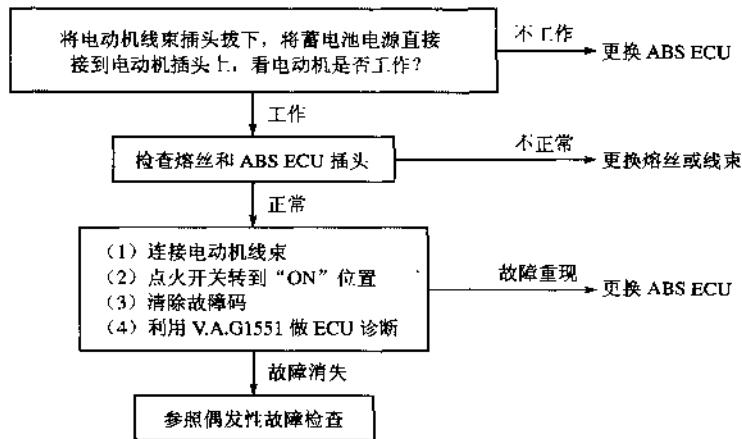

图 8.3 液压泵电动机不工作的故障检查与排除程序
## (2) 故障码为 01276 时的检查排除步骤。如图 8.3 所示。
④ 若故障不重现则属于偶发性故障, 参照偶发性故障检查(见图 8.3)。
(3) 故障码为 00283、00285、00290、00287 时的检查(一)。